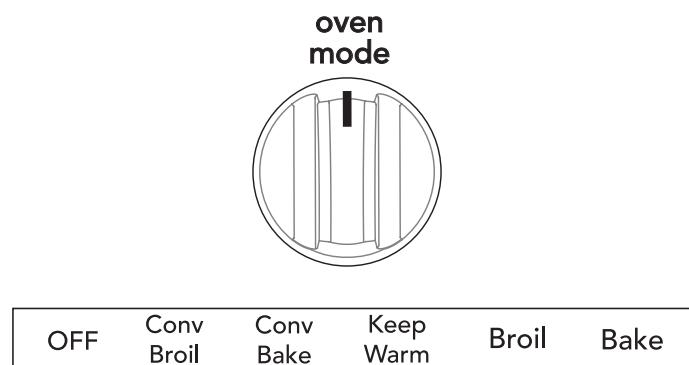

Figura 18: Perilla de modo de horno
3. Gire la perilla de **modo de horno** hacia la posición **Conv Bake** (Horneado por convección) (Figura 18).